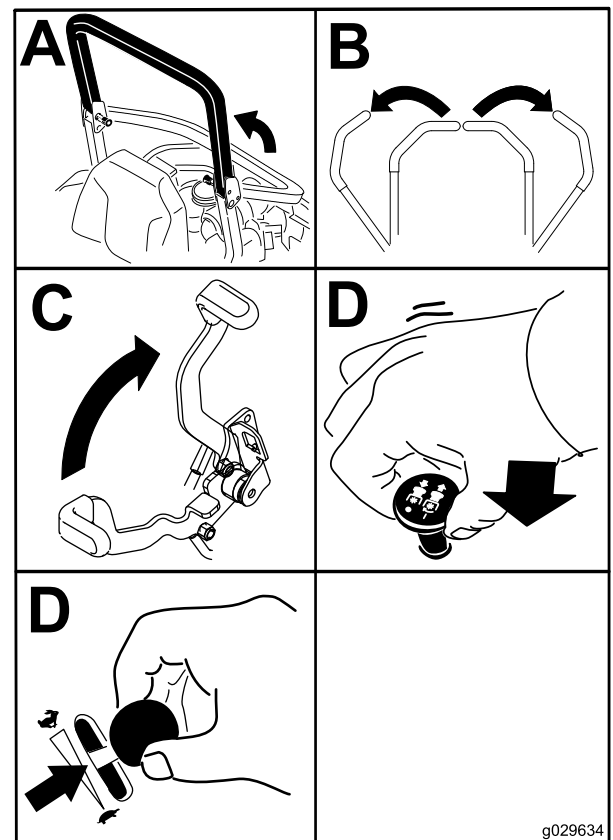

Figura 20
4. Mueva el mando de control de las cuchillas (TDF) a la posición de Desengranado (Figura 20).